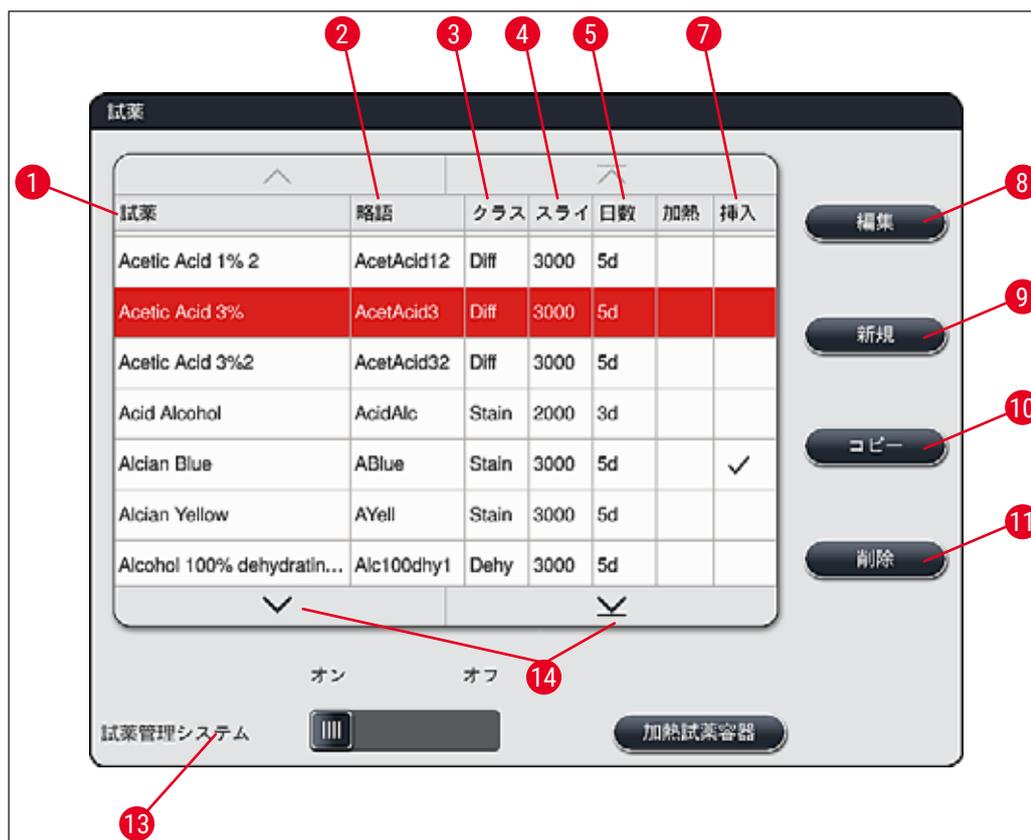

図36
- 試薬リスト(→「図 36」)でコピーする試薬をタッチ(選択)し、「コピー」(→「図 36-10」)ボタンを押します。
- 試薬リスト(→「図 36」)で変更する試薬をタッチ(選択)し、「編集」(→「図 36-8」)ボタンを押します。